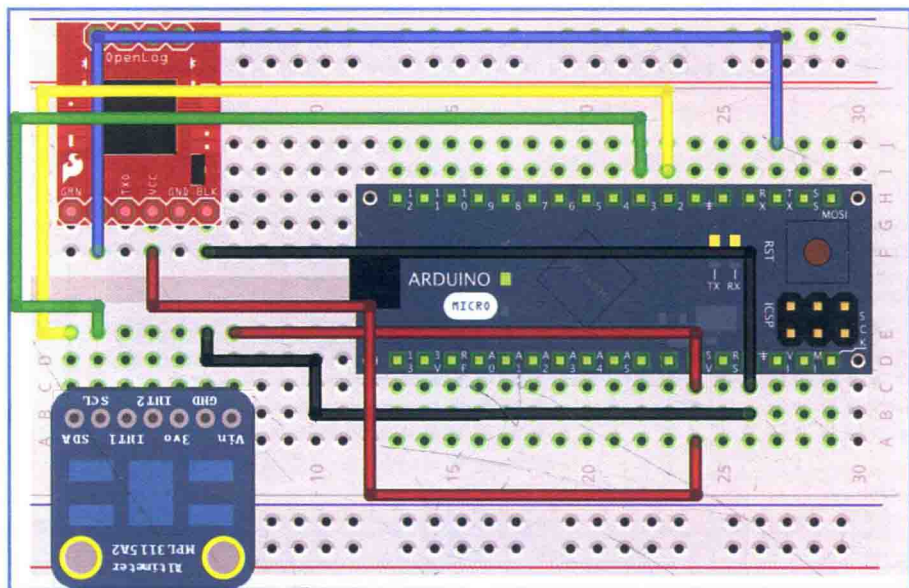

图 5.16 下一步，加入高度计及其接线
4. 插入高度计，如图 5.16 所示。OpenLog 上的 SDA 连接到 Micro 的第 2 引脚，如黄线所示。OpenLog 上的 SCL（绿色线）连接到第 3 引脚。电源和底线如图连接。